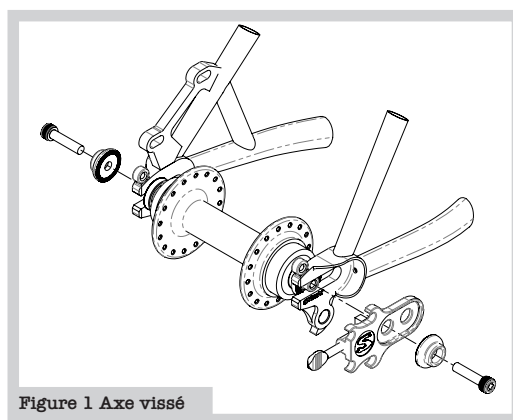
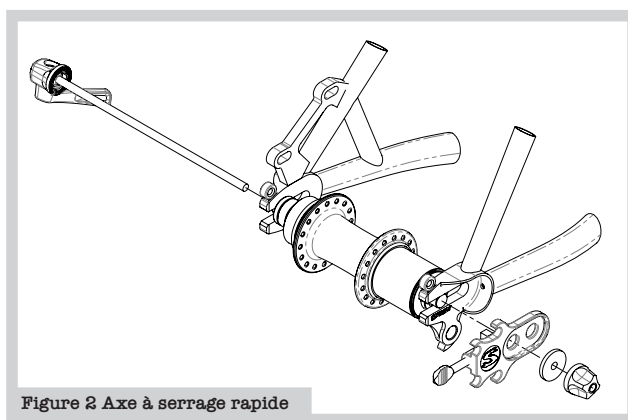

Figure 1 Axe vissé
Figure 2 Axe à serrage rapide
1. La roue arrière étant dans le cadre, retirez les écrous de l'axe (figure 1) ou l'axe à serrage rapide (figure 2) de la roue arrière.